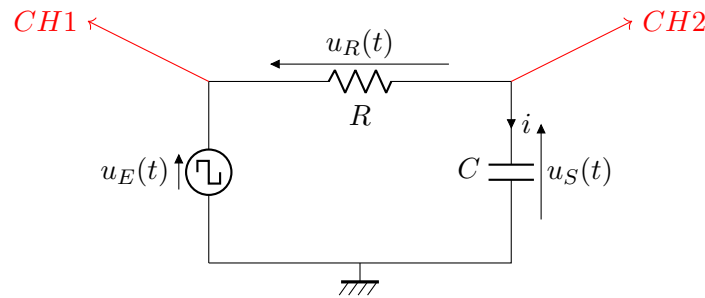

FIGURE 4 – Circuit RC série
1) Réaliser le montage de la figure 4 sur une plaque d'essai Labdec. On rappelle que GBF et oscilloscope sont câblés en coaxial BNC.